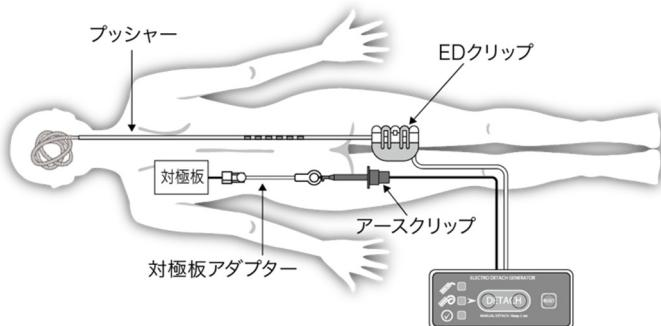
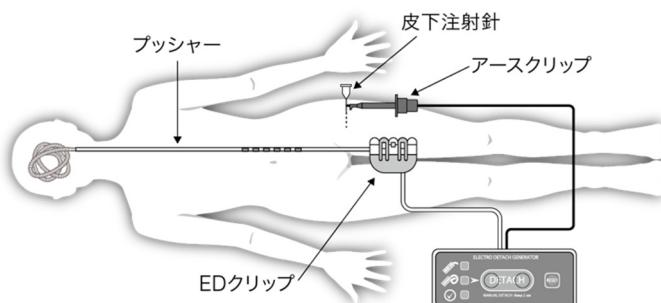

図 4. 対極板を使用する場合の接続様式概略図
図 5. 皮下注射針を使用する場合の接続様式概略図
② マイクロカテーテルのハブにYアダプターを取り付け、Yアダプターのサイドポートから加圧バックにより加圧されたヘパリン加生理食塩液を持続灌流させる。
③ マイクロカテーテルを目的の血管まで挿入する。
④ 離脱装置のPOWER ON リボンを引き抜き、電源を入れる。
⑤ 離脱装置に予め接続されている対極板アダプターと対極板のコードを接続する。（図 4）
患者側アースに皮下注射針を使用する場合は、離脱装置のアースクリップ（黒）に予め接続されている対極板アダプターを外し、アースクリップ（黒）を皮下注射針に接続する。（図 5）
4. (3)本品の挿入②において白金コイルとブッシャーが接触している場合は使用しないこと。[白金コイルが患部に正常に留置されていない状態で緑ランプが点灯し、誤離脱させるおそれがある。]
5. X線透視下でマイクロカテーテルの第2マーカー（手元側）とブッシャーの造影マーカー後端が重なっているにも関わらず、離脱装置の赤ランプが緑ランプに変わらない場合は、図4又は図5の各接続部を確認すること。接続に異常が無い場合は、本品の不具合の可能性があるため、本品を交換すること。